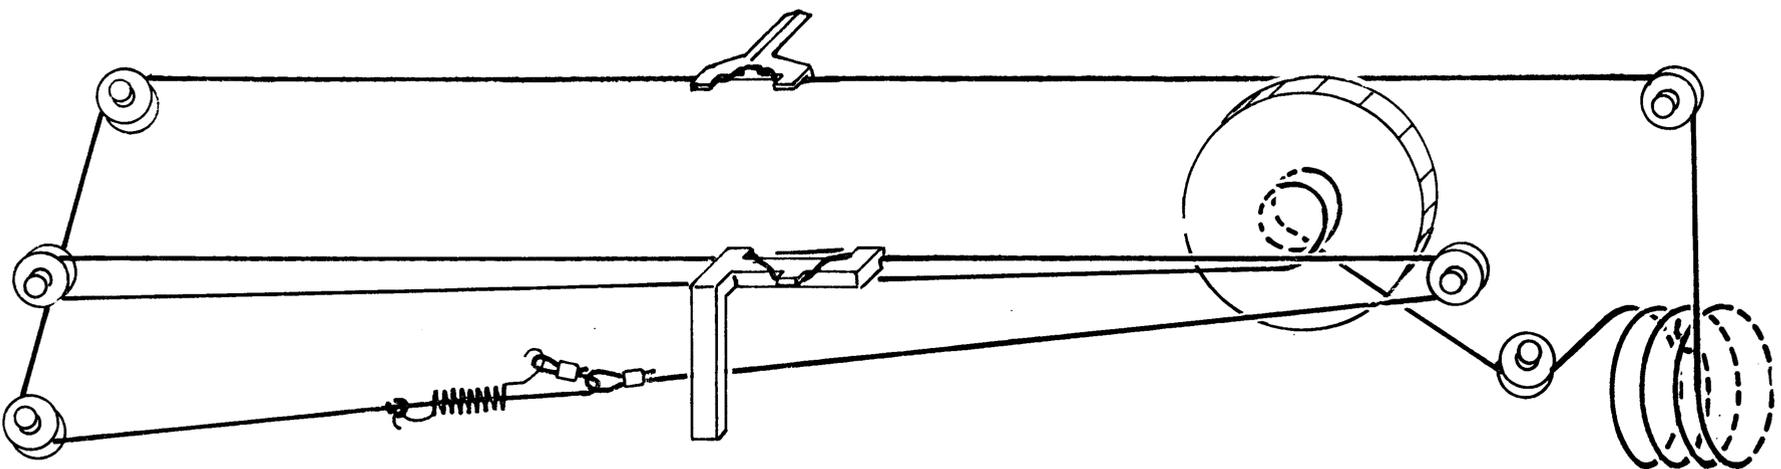

Fig. 17
3. Skalenseil nach Fig. 17 auflegen.
3. Place drive cable as shown in fig. 17.